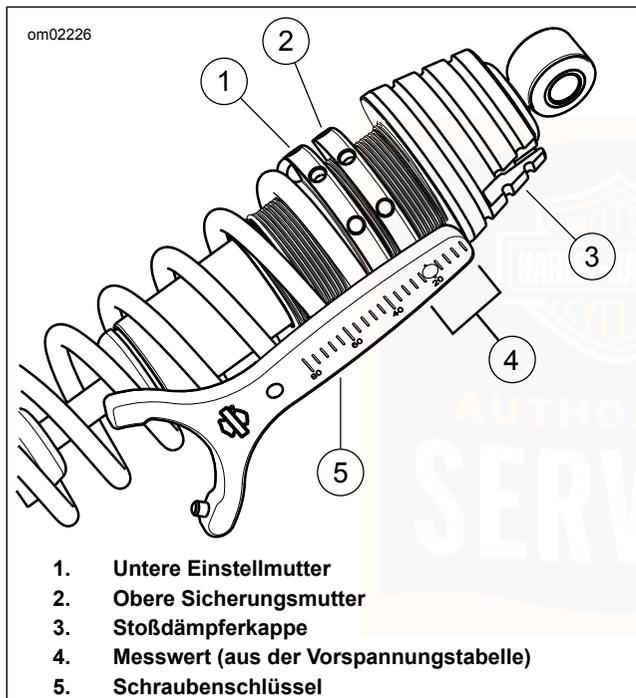

Abbildung 32. Anpassen der Stoßdämpfervorspannung
2. Siehe Abbildung 32. Die obere Sicherungsmutter (2) mithilfe des Schraubenschlüssels (5) gegen den Uhrzeigersinn drehen, um den Ring zu lösen.
Siehe Abbildung 32. Die untere Einstellmutter (1) im Uhrzeigersinn drehen, um die Vorspannung zu erhöhen. Die untere Einstellmutter gegen den Uhrzeigersinn drehen, um die Vorspannung zu verringern.
a. Den Schraubenschlüssel mit dem hinteren Ende an die Stoßdämpferkappe (3) anlegen.
c. Die untere Einstellmutter (1) drehen, um die Oberseite der Mutter an dem Messwert (4) auf der Skala auszurichten.